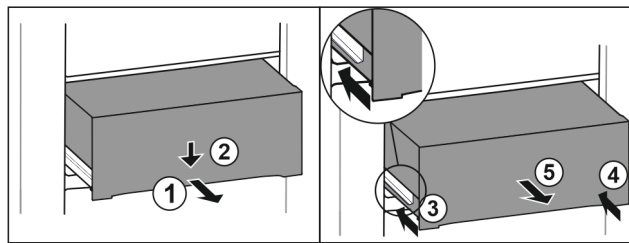

Fig. 104
- Vytiahnite zásuvku do polovice. Fig. 104 (1)
- Zatlačte zásuvku na prednej strane smerom nadol. Fig. 104 (2)
- Zasuňte ľavú koľajničku o cca 2 cm. Fig. 104 (3)
- Zasuňte pravú koľajničku o cca 2 cm. Fig. 104 (4)
- Odoberte zásuvku dopredu. Fig. 104 (5)